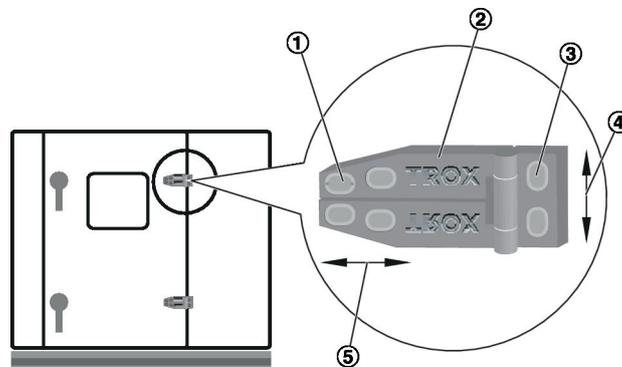

Abb. 39: Tür justieren
1. ▶ Die Abdeckkappen (Abb. 39 /1) der Scharniere (Abb. 39 /2) entfernen.
2. ▶ Die Schrauben aller Scharnierbügel (Abb. 39 /2) einer Tür lösen.
3. ▶ Das Türblatt horizontal justieren (Abb. 39 /5).
4. ▶ Die Schrauben der Scharnierbügel (Abb. 39 /2) festziehen.
5. ▶ Die Schrauben aller Scharnierböcke (Abb. 39 /3) einer Tür lösen.
6. ▶ Das Türblatt vertikal justieren (Abb. 39 /4).
7. ▶ Die Schrauben der Scharnierböcke (Abb. 39 /3) festziehen.